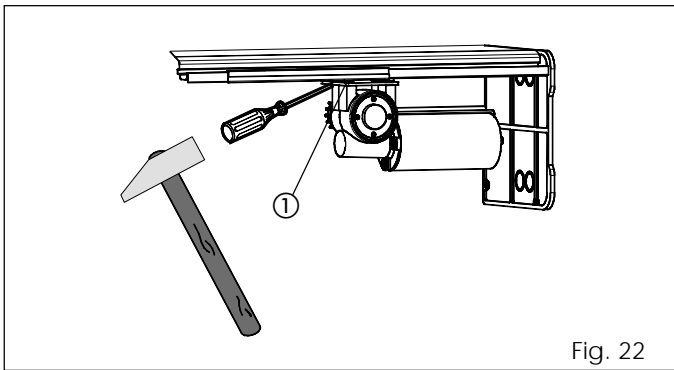

Fig. 22
- Afloje ligeramente los cuatro tornillos de fijación (fig. 22 ref. ①) del segundo motor.
- Empuje el grupo motor hacia el exterior con la ayuda de un martillo, como se indica en la fig. 22.